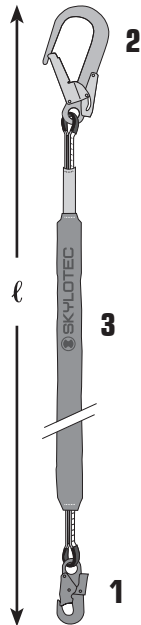

Abb. 1
Falldämpfer anlegen (vgl. Abb. 1):
- Niemals den Falldämpfer bzw. den Sicherheitskarabiner (vgl. 1, Abb. 1) in die Halteösen des Gurtes einhaken. Den Falldämpfer nicht als Halteseil verwenden, d. h. sich nicht an ihm festhalten und hochziehen. Der Falldämpfer darf nicht verlängert werden!
Attaching the energy absorber (cf. Fig. 1):
Never attach the energy absorber or the safety carabiner (cf. 1, Fig. 1) to the retaining eyelets of the harness. Do not use the energy absorber for lifting purposes, i.e. do not hold on to it and pull yourself upwards. The energy absorber must not be extended in length!
Mise en place de l'absorbeur d'énergie (cf. fig. 1):
Ne jamais accrocher l'amortisseur ou le mousqueton de sécurité (fig 1) dans les anneaux de maintien du harnais. Ne pas utiliser l'amortisseur comme corde de maintien : ne pas s'y accrocher ou le tirer. Ne pas utiliser l'amortisseur avec une rallonge !
Colocación del amortiguador de caídas (véase la fig. 1):
No enganche el amortiguador de caídas o el mosquetón de seguridad (véase 1, fig. 1) en las anillas de soporte de la correa bajo ningún concepto. No utilice el amortiguador de caídas como una cuerda de sujeción, es decir, no lo utilice para sujetarse ni para trepar. ¡Está prohibido alargar el amortiguador de caídas!